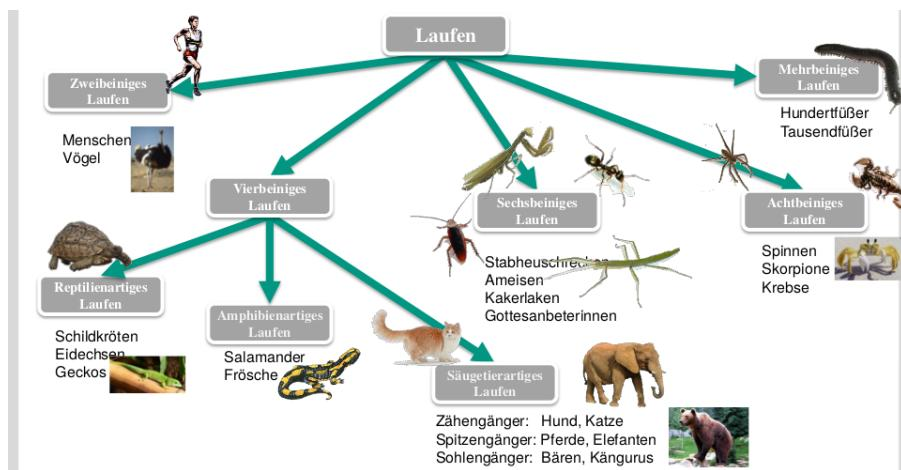

Abbildung 60: Laufarten
1. **Anzahl der Beine:** vgl. Abbildung 60